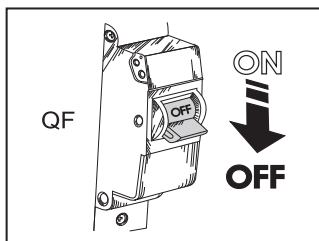
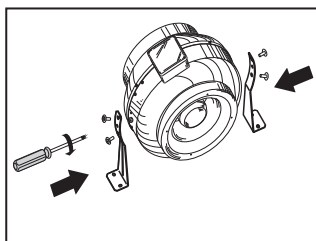

Рис. 7
Рис. 8
1. Обесточьте электрическую сеть (рис. 7).
2. Выкрутите из корпуса (1) болты (5) и установите кронштейны (4) таким образом, чтобы отверстия на кронштейнах совпали с головками саморезов (6).
3. Закрепите кронштейны на корпусе болтами (рис.8).